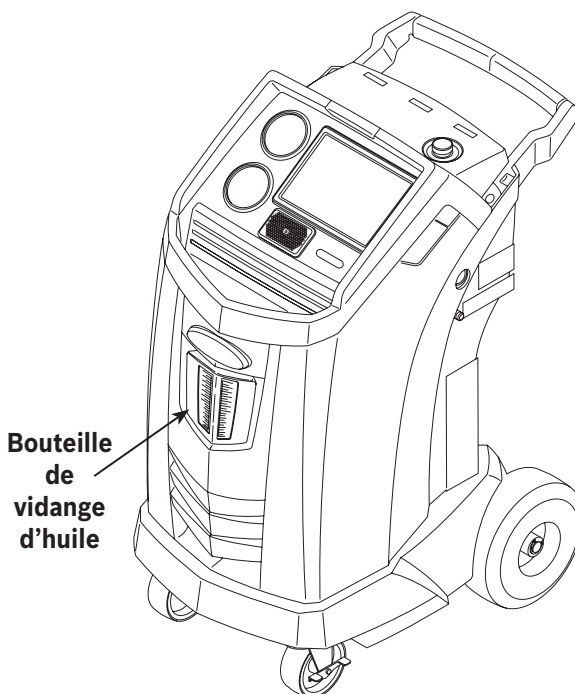

Figure 2
1. Videz la bouteille de vidange d'huile avant d'entamer une récupération. Retirez la bouteille de vidange d'huile de la machine en la tirant tout droit vers le bas – évitez tout mouvement de rotation ou de basculement. Réinstallez la bouteille de vidange d'huile. Voir Figure 2.